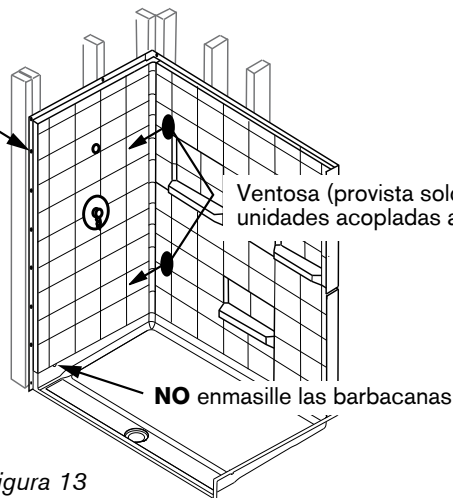

Figura 13
**7 SOLO para las paredes acopladas a presión:** Con una ventosa sobre el panel inferior de la pared trasera, tire firmemente hacia adelante hasta que las paredes traseras y laterales se unan. Escuchará una serie de chasquidos a medida que el clip de seguridad se acopla. Repita con el panel superior. (Figura 13)
**8** Atornille la brida superior de la pared posterior a los pernos. Aplique silicona en todas las juntas **excepto en las barbacanas** que están ubicadas cerca del frente en la junta entre el plato y la pared lateral. (Figura 13)